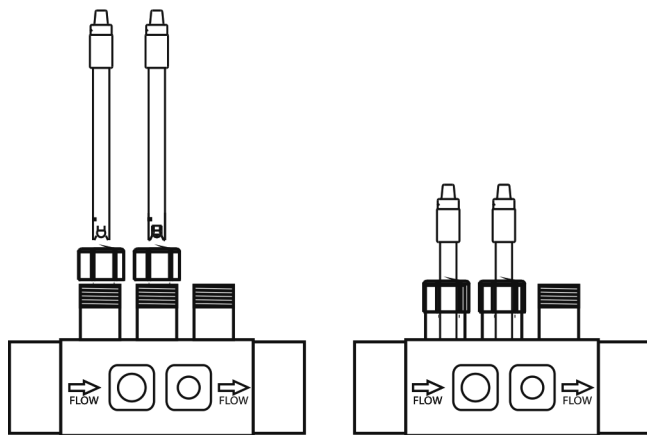

Fig. 12
1. Inserire le sonde di pH e ORP fornite con il sistema negli appositi alloggi del porta-sonde (Fig. 12)